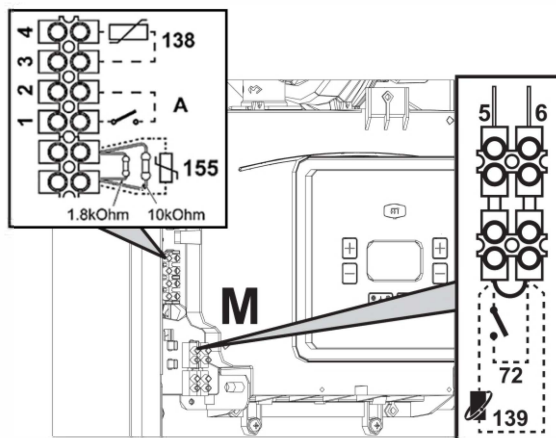
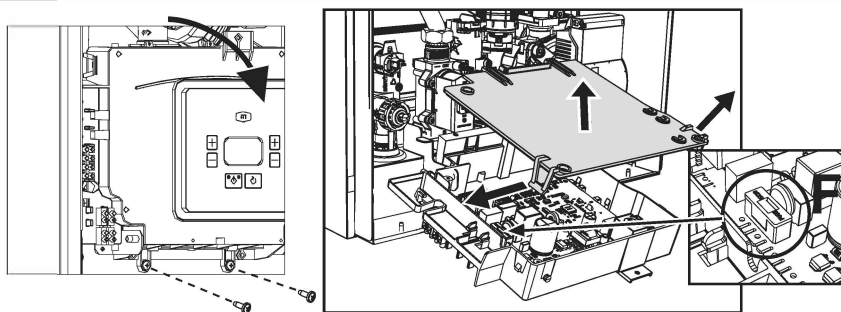

Рис. 18
Рис. 19
Для подключения бойлера необходимо использовать датчик NTC бойлера с кодом 043005XO или 1KWMA 11 W. Датчик (поз.155) подключается к соединительной колодке котла (рис. 18) вместо двух сопротивлений. При следующем включении агрегата система управления опознает датчик бойлера и автоматически настраивается на работу с ним, вызывая активацию дисплея и устройств управления, необходимые для работы в режиме ГВС.
- После снятия передней панели (см. «Открытие передней панели» на стр. 32) можно получить доступ к клеммной колодке (**M**) и предохранителю **F**, действуя как показано на рис. 18 и рис. 19. Клеммы, указанные на рис. 18, должны быть с беспотенциальными (сухими) контактами (не 230 В). Расположение клемм для различных соединений показано на электрической схеме на рис. 44.
Конфигурация выключателя ON/OFF ("А", рис. 18)